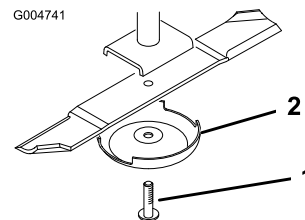

Figura 83
2. Fixe a extremidade da lâmina utilizando um pedaço de tecido ou uma luva grossa. Retire o parafuso da lâmina, o recipiente anti-danos e a lâmina do eixo (Figura 83).